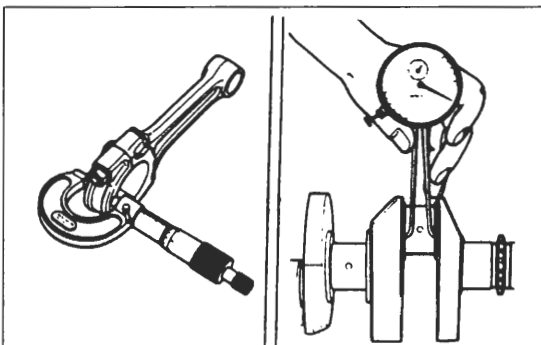

Bild 245 ◀
-  Kurbelwelle wie in Bild 245 lagern und Schlag der Lagerzapfen messen; Verschleissgrenze 0,05 mm. Dabei beachten, dass tatsächlicher Schlag nur der Hälfte des angezeigten Wertes entspricht.